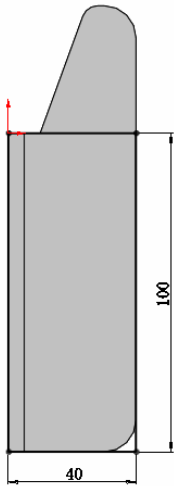

图 9-20 绘制草图
⑧ 绘制草图。单击“草图”工具栏中的“矩形”图标，绘制一个矩形，标注矩形的智能尺寸如图 9-20 所示。